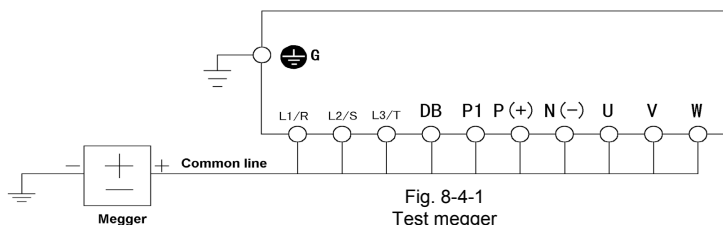

Fig. 8-4-1
- c) Collegare i morsetti del circuito principale con cavi comuni come mostrato nella Fig. 8-4-1.